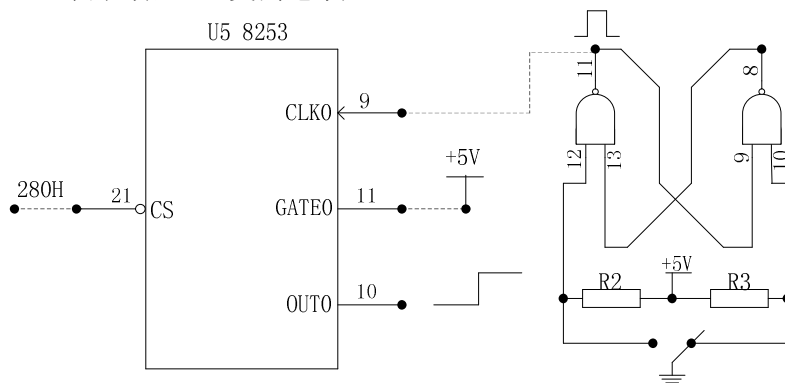

图3-1
- 1、按图3-1虚线连接电路，将计数器0设置为方式0，计数器初值为N( $N \leq 0FH$ )，用手动逐个输入单脉冲，编程使计数值在屏幕上显示，并同时用逻辑笔观察OUT0电平变化(当输入N+1个脉冲后OUT0变高电平)。